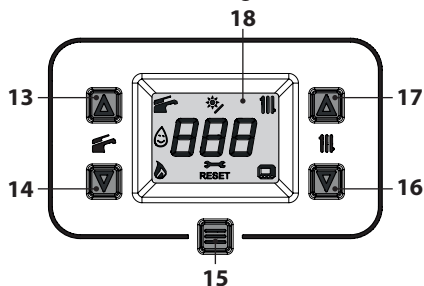
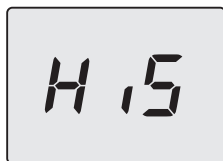

Figura 7.8
Figura 7.9
- Entrare in "modalità programmazione" premendo contemporaneamente per 5 secondi i tasti 14 e 16 (Figura 7.8) fino a far apparire sul display LCD le lettere **HiS** che indicano il menu "Storico delle caldaia" (Figura 7.9).
- Premere il tasto 15 (Figura 7.8) fino a far apparire sul display LCD le lettere **StF** (Start Full) (Figura 7.11).
- tenere premuti contemporaneamente i tasti 14 e 16 per 1 sec. (Figura 7.8) (ritorno al livello precedente).